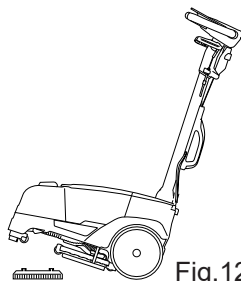

Fig.12
- Usando a pega como alavanca, levante a parte dianteira da máquina; coloque o tapa-escova da máquina por cima da escova e, depois, baixe a máquina (Fig.12).
- Usando a pega como alavanca, levante a parte frontal da máquina (Fig.12).